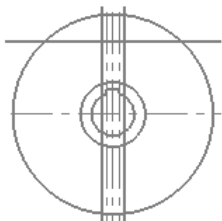

图 3.15.19 绘制直线
④ 单击 按钮完成直线的绘制。
(2) 绘制图 3.15.19 所示的两条直线。
① 选择命令。选择下拉菜单 **绘图(C)** → **线(L)** → **绘制平行线(A)...** 命令, 系统弹出“平行线”工具栏。
② 定义平行对象。在绘图区选取中间的竖直中心线为平行对象。
③ 定义平行距离及位置。在“平行线”工具栏的 文本框中输入值 10, 在中间的竖